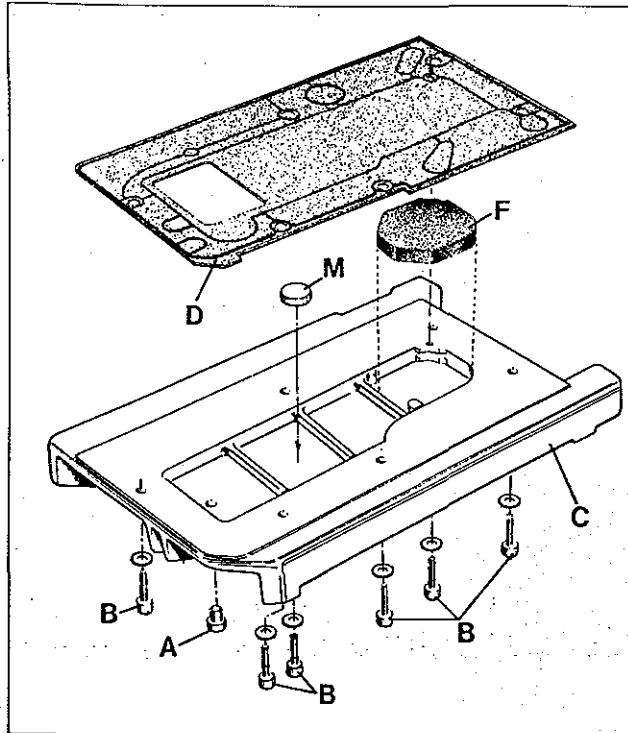

Fig.13
1. Drain the oil at plug screw (A, Fig. 13) in the bottom cover of the machine.
2. Unscrew the six screws (B, Fig. 13) for the bottom cover (C) and remove bottom cover and gasket (D).
3. Remove the magnet (M, Fig. 13), which accumulates metallic foreign materials, from the second oil sump chamber from the left in the bottom cover and clean it.
4. Remove the filter (F, Fig. 13) from the right oil sump chamber in the bottom cover and clean it in petroleum, or replace it by a new one (part No. 999-254 J).
6. Insert plug screw (A, Fig. 13) in the bottom cover, place the magnet (M) in the second from the left and the filter (F) in the right oil sump chamber.
7. Remount bottom cover with gasket. Make sure that the surfaces on machine bed and bottom cover for the gasket are absolutely clean! Torque the six screws (B, Fig. 13) carefully to 22,6 - 23,1 Nm (200 - 205 in.lbs.).
1. Lassen Sie das Öl an der Verschlussschraube (A, Fig. 13) in der Grundplatte der Maschine ab.
2. Entfernen Sie die sechs Befestigungsschrauben (B, Fig. 13) für die Grundplatte (C) und nehmen Sie Grundplatte und Dichtung (D) ab.
3. Nehmen Sie den Magneten (M, Fig. 13), der die Aufgabe hat, metallische Fremdkörper anzuziehen, aus der zweiten Ölsumpfkammer von links in der Grundplatte und reinigen Sie ihn.
4. Nehmen Sie den Filter (F, Fig. 13) aus der rechten Ölsumpfkammer in der Grundplatte und reinigen Sie ihn in Petroleum, oder verwenden Sie einen neuen Filter (Teil Nr. 999-254 J).
6. Drehen Sie die Verschlussschraube (A, Fig. 13) in die Grundplatte, legen Sie den Magneten (M) in die zweite von links und den Filter (F) in die rechte Ölsumpfkammer.
7. Montieren Sie die Grundplatte mit Dichtung wieder. Beachten Sie, daß die Auflageflächen für die Dichtung, am Gehäuse und an der Grundplatte, absolut sauber sein müssen! Ziehen Sie die sechs Befestigungsschrauben (B, Fig. 13) mit einem Drehmoment von 22,6 bis 23,1 Nm sorgfältig an.